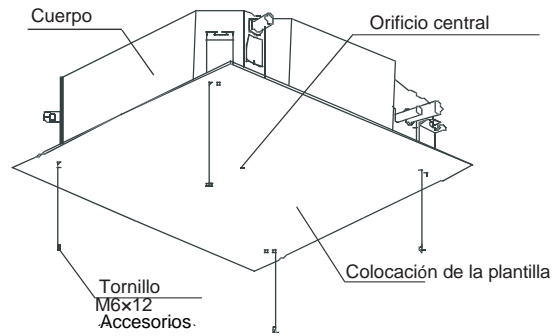

Fig. 4-5
- 2 Después de instalar el cuerpo de la unidad, coloque la plantilla de instalación de papel en el equipo con los tornillos (M6 x 12) para determinar con antelación los tamaños y posiciones del agujero abierto en el techo. (consulte la Fig. 4-5)